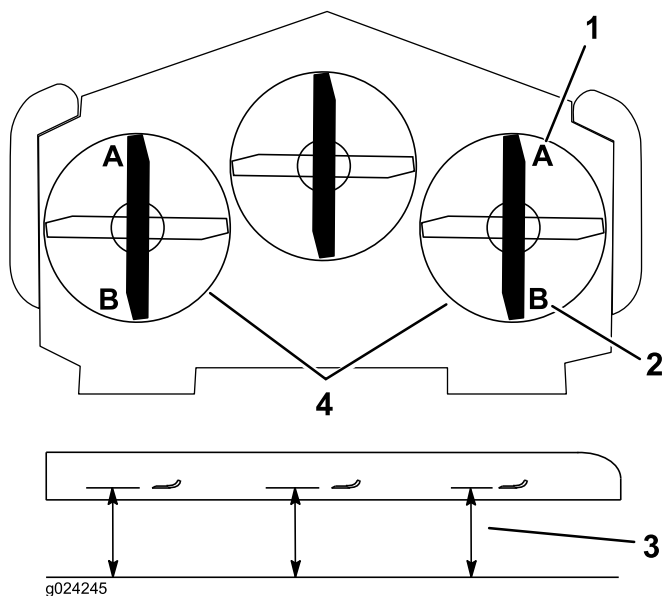

Figura 91
8. En ambos lados de la carcasa, mida desde la superficie nivelada hasta la punta delantera de la cuchilla (posición A), según se muestra en Figura 91.
14. En ambos lados de la carcasa, mida desde la superficie nivelada hasta la punta trasera de la cuchilla (posición B). Asegúrese de que la distancia es de 8.3 cm ($3\frac{1}{4}$ ") (Figura 91).